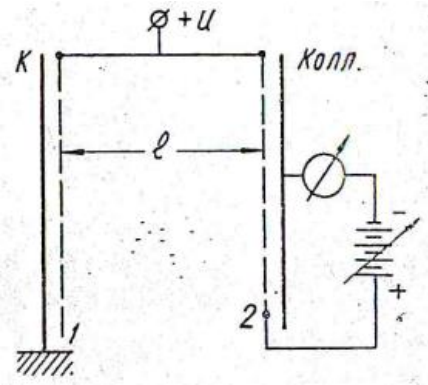

Рис. 1.
6. Для исследования упругих соударений электронов с молекулами газа изготовлен прибор, изображенный на рис. 1 ( $l = 1,0 \text{ см}$ ,  $U = 18 \text{ В}$ ). Газ - гелий, давление его  $p = 1,2 \text{ мм рт. ст.}$ . Какое число упругих соударений испытает электрон на пути от сетки 1 до сетки 2?